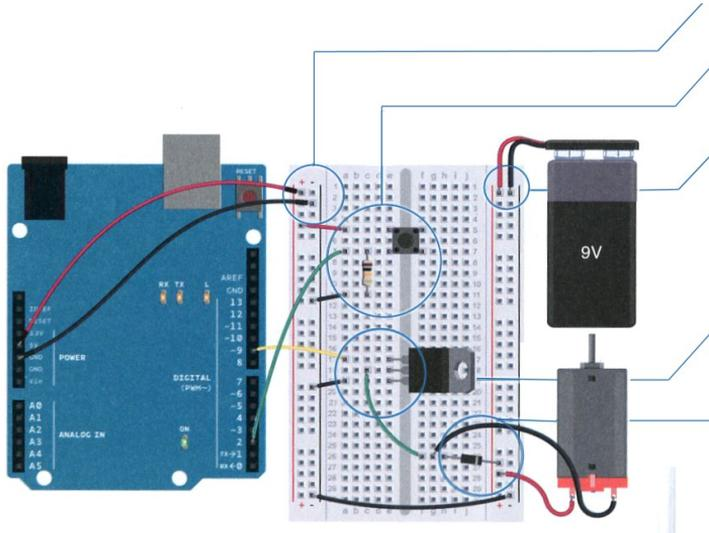

Figura 1
- 3 Cuando se utilizan circuitos alimentados con diferentes tensiones, es necesario conectar las masas de ambos circuitos juntas para así tener una masa común. Conectar la pila de 9V la placa de pruebas usando el clip para este tipo de pilas. Conectar la masa de la batería (cable negro) a la masa de Arduino en la placa de pruebas mediante un cable que hace de puente, como se puede ver en la figura 1. Conectar el cable rojo de la pila a la placa de pruebas en la segunda columna de la derecha, siendo esta conexión la que alimenta al motor directamente.
- 5 Lo siguiente, conectar los cables de alimentación del motor a la placa de pruebas, tal y como se puede ver en esta ilustración. El último componente que hay que añadir es el diodo. El diodo es un componente que tiene polaridad, solo se puede montar de una forma determinada en el circuito. Observar que el diodo en uno de sus extremos tiene una franja blanca. Este extremo del diodo es el negativo y se conoce con el nombre de cátodo (por donde sale la corriente). El otro extremo es el positivo o ánodo (por donde entra la corriente). Conectar el ánodo del diodo al cable negro del motor (masa) y el cátodo de este diodo al cable rojo del motor (alimentación positiva), tal y como se ve en esta figura 1. Parece que el diodo está conectado al revés, y en realidad sí que es así. El diodo ayuda a eliminar cualquier tensión inversa inducida producida por el motor y que pueda retornar al transistor estropeándolo. Recordar, la tensión inversa inducida siempre aparece con una polaridad contraria a la tensión que se aplica para producirla.